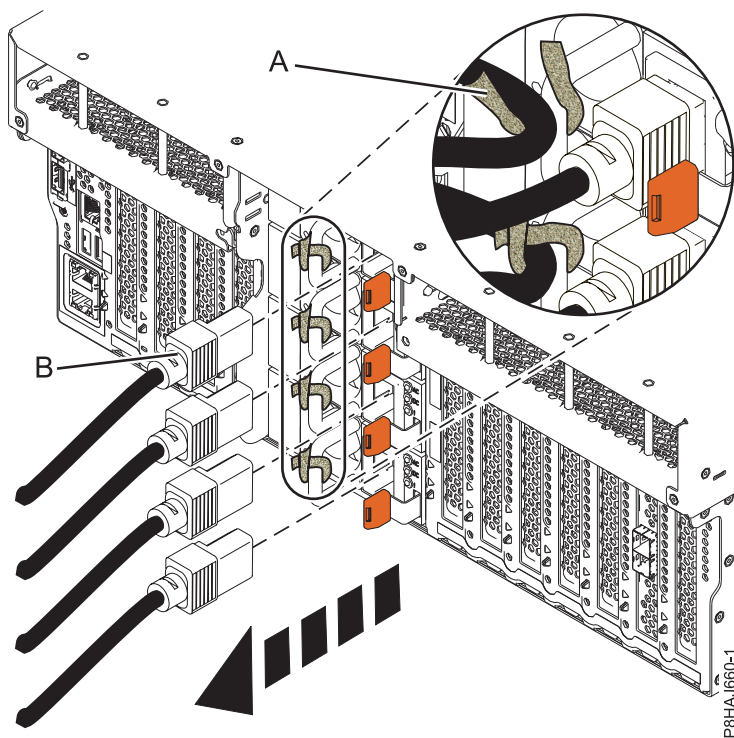
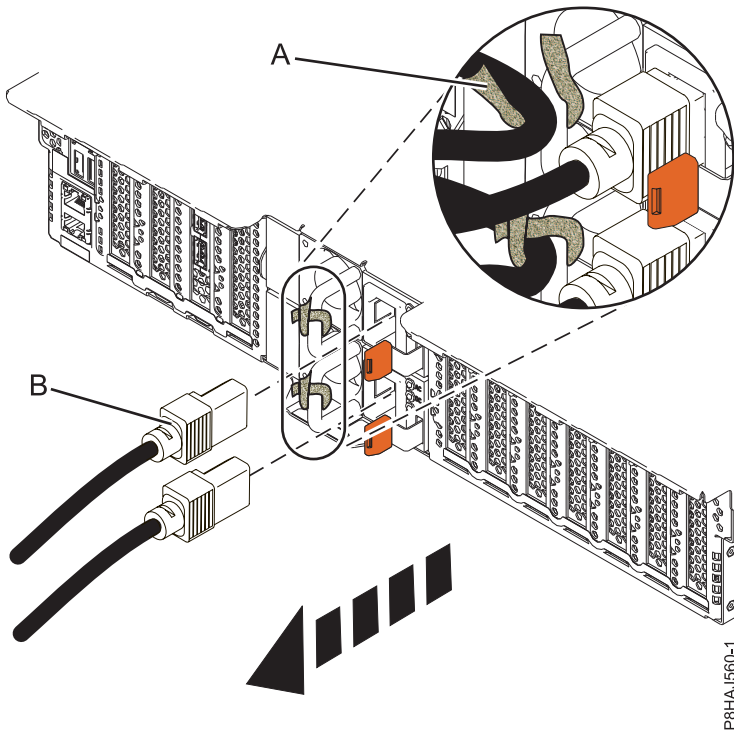
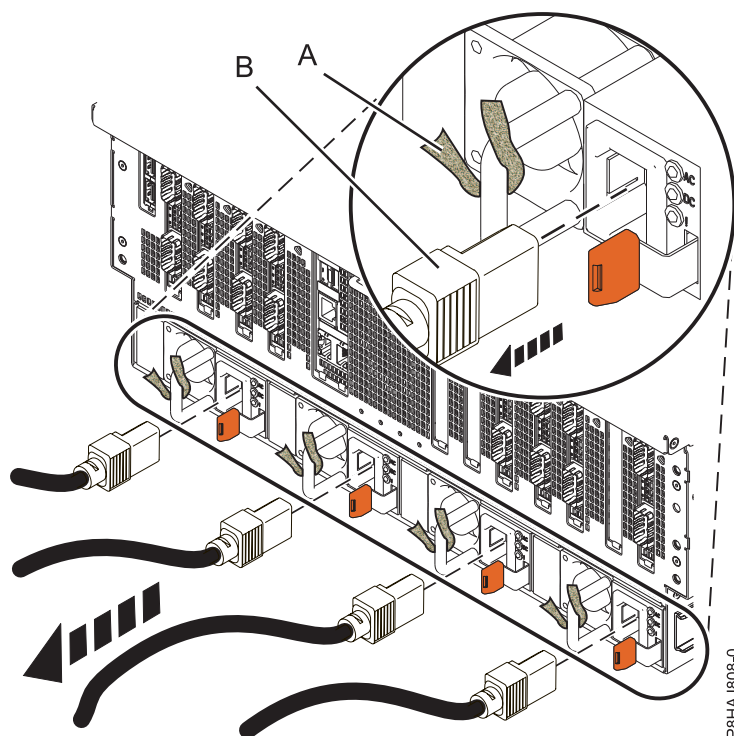

Figura 74. Remover os cabos de alimentação de um sistema 8247-42L, 8286-41A ou 8286-42A
Figura 75. Remover os cabos de alimentação de um sistema 5148-21L, 5148-22L, 8247-21L, 8247-22L, 8284-21A ou 8284-22A
Figura 76. Remover os cabos de alimentação de um sistema 8408-44E ou 8408-E8E
3. Desligue os cabos de alimentação **(B)** da unidade de sistema. Consulte Figura 74 na página 110, Figura 75 na página 110 ou Figura 76 na página 111 ou dependendo do tipo de sistema.